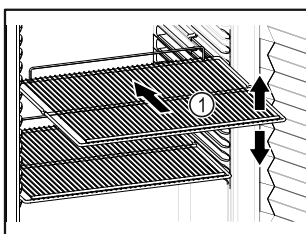

Fig. 31
- Dacă grătarele tip poliță Fig. 31 (1) pot fi mutate, adaptați-le în funcție de înălțime.